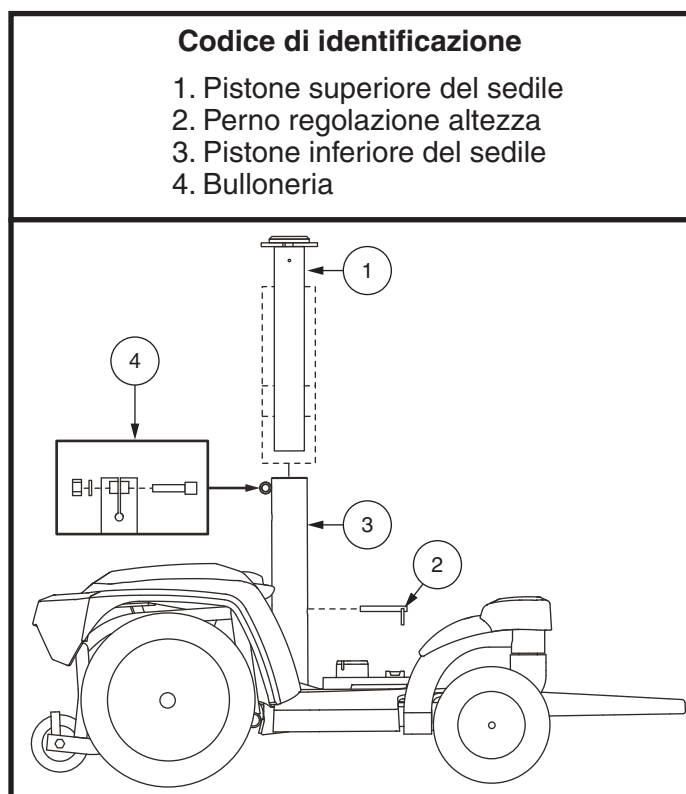

Figura 8. Regolazione dell'altezza del sedile
8. Allentare i bulloni sul retro del pistone del sedile. **Vedere figura 8.**
9. Tirare il perno del pistone del sedile per regolare l'altezza. **Vedere figura 8.**